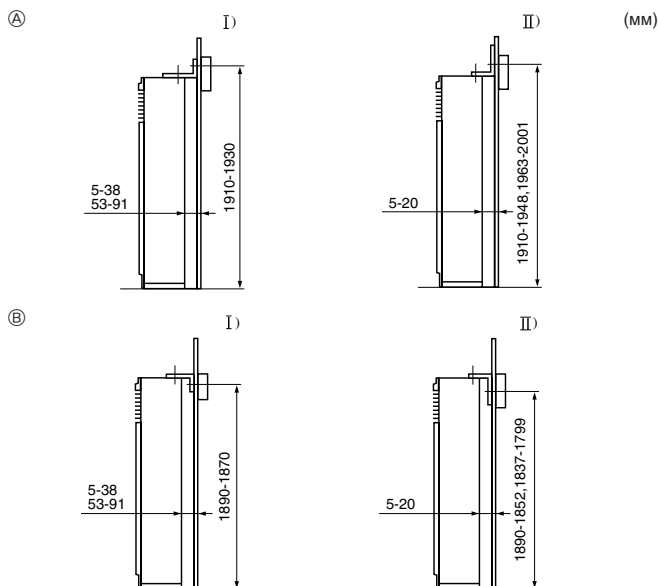

Fig. 3-3
① Крепежный кронштейн для предотвращения опрокидывания прибора
Крепежный кронштейн для предотвращения опрокидывания прибора ① устанавливается на верхней панели прибора. Снимите самонарезающие винты ②, и затем по-новому установите кронштейн, как показано на рисунке. Точные значения расстояний, соблюдение которых необходимо при установке, приводится, на Fig. 3-3.
- ② Винт
- E Снимите винт ② и потяните решетку на себя, чтобы снять ее.
3.3. Монтаж крепежного кронштейна для предотвращения опрокидывания прибора (Fig. 3-3)